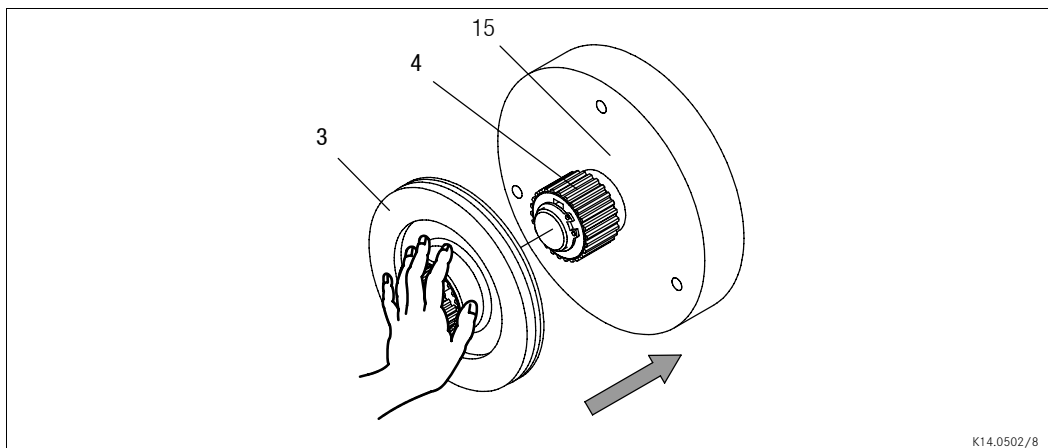

Fig. 6 Montage du rotor
1. Insérer le rotor (3) sur le moyeu (4) et s'assurer de sa mobilité (Fig. 6).